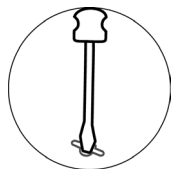

Рисунок 2
6.2 Для «сброса» извещателя замкните проводящим предметом контакты RESET (рис.2) на плате извещателя.